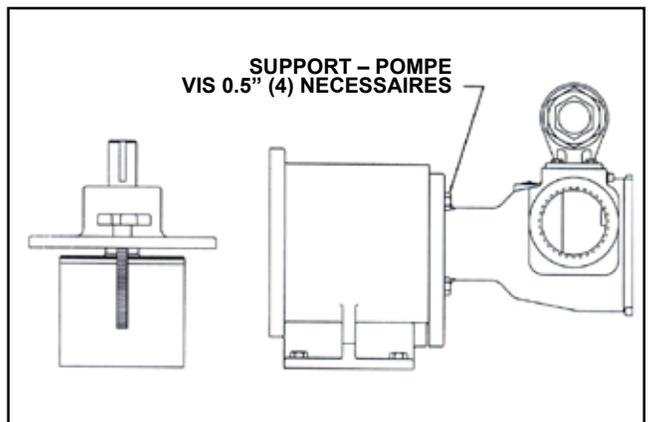

FIGURE 21
NE PLACEZ PAS LES DOIGTS DEVANT LA BRIDE DE MONTAGE DE LA POMPE OU EN FACE DU SUPPORT. PROCEDEZ AVEC PRECAUTION, SORTEZ L'AIMANT INTERNE DE L'AIMANT EXTERNE (VOIR FIGURE 21). SI VOUS NE SORTEZ PAS LA POMPE ENTIEREMENT ELLE REPRENDRA SA PLACE BRUSQUEMENT ET RISQUE DE PINCER UN DOIGT OU LA MAIN. UNE FOIS L'AIMANT INTERNE DEMONTE DU SUPPORT FAITES ATTENTION OU VOUS LE POSEZ CAR IL VA ATTIRER TOUS LES OBJETS METALLIQUES.
NE PLACEZ PAS LES DOIGTS DEVANT LA BRIDE DE MONTAGE DE LA POMPE OU EN FACE DU SUPPORT. PROCEDEZ AVEC PRECAUTION, SORTEZ L'AIMANT INTERNE DE L'AIMANT EXTERNE (VOIR FIGURE 21). SI VOUS NE SORTEZ PAS LA POMPE ENTIEREMENT ELLE REPRENDRAS SA PLACE BRUSQUEMENT ET RISQUE DE PINCER UN DOIGT OU LA MAIN. UNE FOIS L'AIMANT INTERNE DEMONTE DU SUPPORT FAITES ATTENTION OU VOUS LE POSEZ CAR IL VA ATTIRER TOUS LES OBJETS METALLIQUES.
3. Soutenez la pompe avec un treuil et sortez les (4) vis de 0.5pouces. Voir Figure 21. Sortez la pompe du support; il y aura une certaine résistance pour les séparer puisque l'aimant interne est attiré par le support de couple. S'il est nécessaire de démonter davantage, voir page 9. Puisqu'il restera du liquide dans la boîte, ce liquide risque de déborder lorsque la boîte sera démontée.